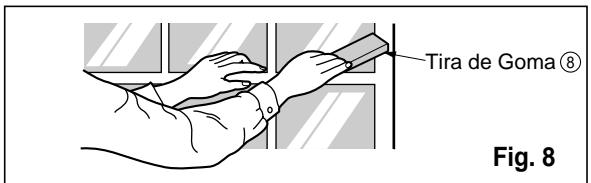

Fig. 8
11. Corte la tira de goma ⑧ a la medida apropiada e introduzcala entre la parte superior e inferior de la ventana. (Ver Fig. 8)